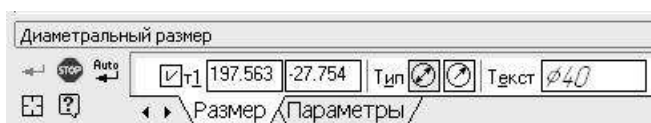

Рис.54 Параметры диаметрального размера
1. Показываем радиус окружности. Нажимаем кнопку  панели **Размеры**, указываем окружность и параметры размера (Рис.54). (Предварительно нажимаем кнопку  для автоматического ввода объектов.)